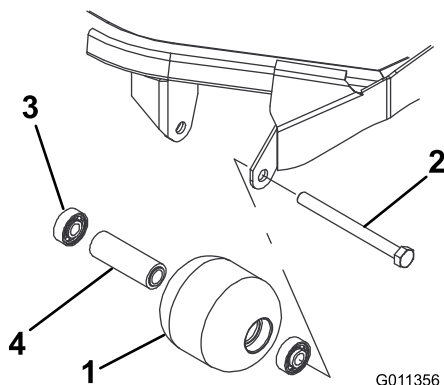

Figure 100
1. Retirez le boulon de fixation du galet (Figure 100).
1. Enfoncez le premier roulement dans le logement à la presse (Figure 100). Exercez la pression uniquement sur la bague extérieure ou uniformément sur les bagues intérieure et extérieure.
2. Insérez l'entretoise (Figure 100).
3. Enfoncez le second roulement dans le logement (Figure 100) en exerçant une pression uniforme sur les bagues intérieure et extérieure jusqu'à ce que la bague intérieure rencontre la douille d'écartement.
4. Vérifiez l'état du logement de roulements, des roulements et de la douille d'écartement (Figure 100) Remplacez les composants endommagés et procédez au remontage.